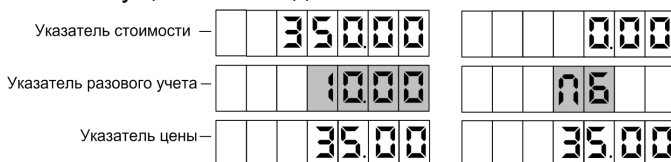

Рисунок 17
7.2 Для выдачи топлива необходимо задать дозу с системы управления. Когда устройство будет готово к отпуску топлива, в средней строке табло мигающими символами отобразится величина *заданной* дозы, а в случае отпуска "до полного бака" – символы "ПБ" (рисунок 17). Это дает клиенту удобный способ определить, когда можно начать заправку, а также убедиться, что задано именно то количество топлива, которое он заказывал. Для запуска налива необходимо снять раздаточный кран или подать команду "Пуск" с системы управления, после чего значения стоимости и объема на табло обнуляются. С этих пор на табло отображается *отпущенная* на текущий момент доза.